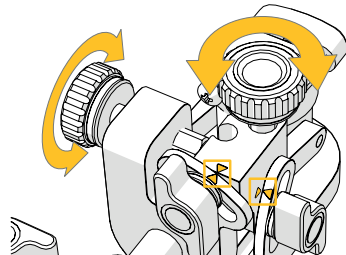

Figure 3 : réglage de la molette pour l'alignement des flèches.
4. Régler les molettes de réglage de la rotation de sorte que les flèches repérées figure 3 correspondent. La position nominale du bras est obtenue en alignant les têtes de flèches.